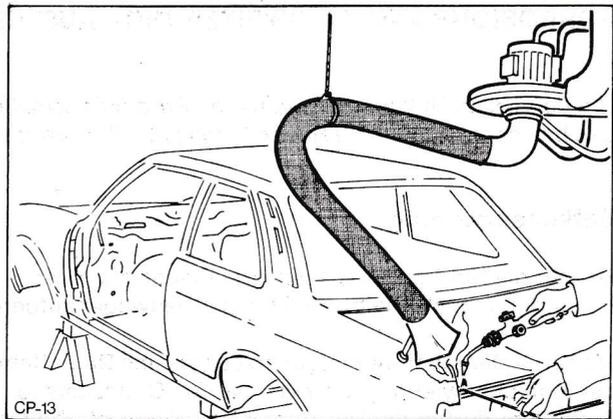

Abb. 11 Rauchabsaugung
3. Sofern eine ausreichende Entfernung der Korrosionsschutzmittel aus Platz- oder Zugänglichkeitsgründen nicht gewährleistet ist, müssen bei der Schweißarbeit Rauch und Gase direkt und gezielt an der Quelle abgesaugt werden. Am besten eignen sich hierzu spezielle Absauggeräte, deren Saugtrichter über flexible Schläuche überall hingebacht werden können (Abb. 11).